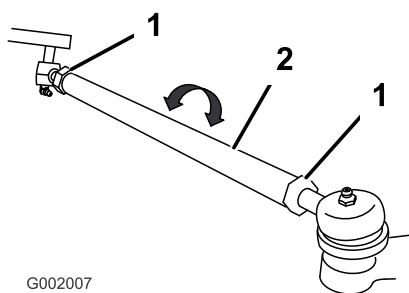

Figura 46
5. Se la misura non rientra nel campo specificato, allentate i controdadi da ambo i lati dei tiranti (Figura 46).